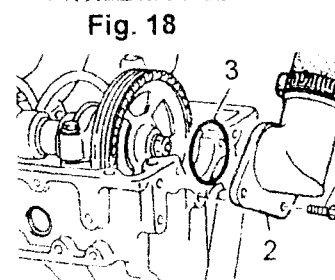

Fig. 18
Remover el perno (1), desarmar el cuello del llenador de aceite (2) y el cierre (3) (Fig. 18).